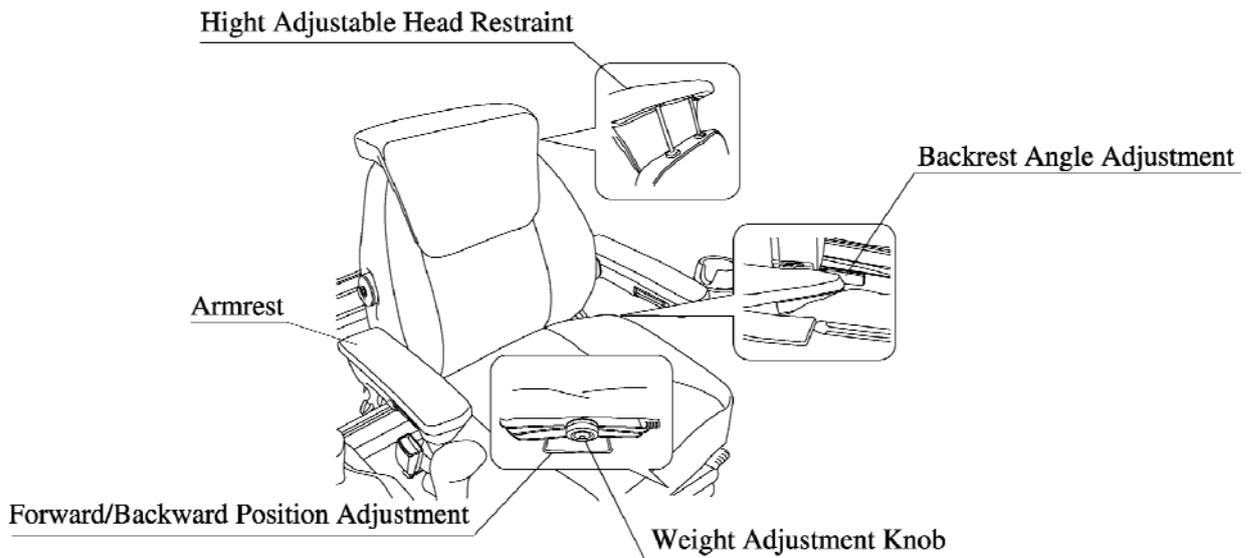

Fig.1
**ANMERKUNG:** Benutzen Sie keine Lösungsmittel beim Reinigen des Sitzes. Benutzen Sie warmes Wasser mit ein wenig Waschmittel. Es ist wichtig den Sitz bevor der Betätigung des Traktors, zu der gemütlichsten Position einzustellen und überprüfen ob es richtig in der Position befestigt ist. Abbildung 1 beschreibt den Sitz mit dem Ihr Traktor ausgestattet ist.